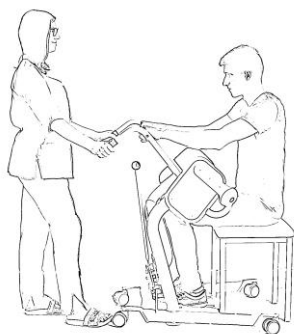

Fig. 2
- 5 Lägg an båda hjulbromsarna. (Se Fig. 2.)